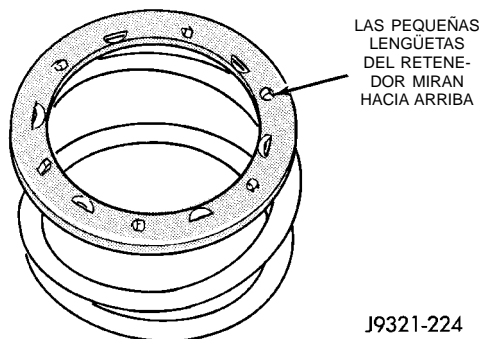

Fig. 167 Posición de instalación correcta del retenedor de muelle
(6) Coloque el retenedor de muelle sobre el muelle del émbolo (Fig. 167). **Asegúrese de que el retenedor esté correctamente instalado. Las pequeñas lengüetas salientes deberían mirar hacia arriba. Las orejetas semicirculares en la parte inferior del retenedor son para posicionar el retenedor en el muelle.**